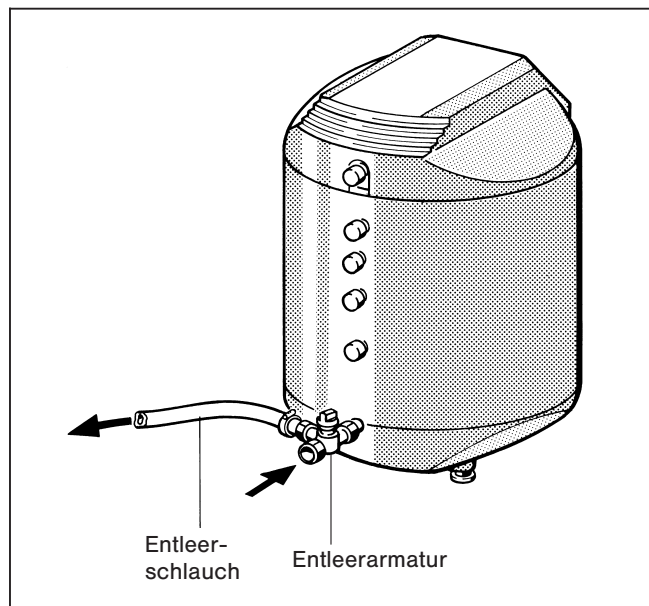

Abb. 12
- Entleerarmatur so einstellen, daß der Kaltwasserzulauf geschlossen und die Entleerung geöffnet ist (Abb. 12).
- Sechskantschrauben aus Handlochdeckel herausdrehen, Handlochdeckel mit Magnesiumanode abnehmen (Abb. 12).
- Öse des Erdungskabels einlegen und Sechskantschrauben eindrehen (Abb. 12).